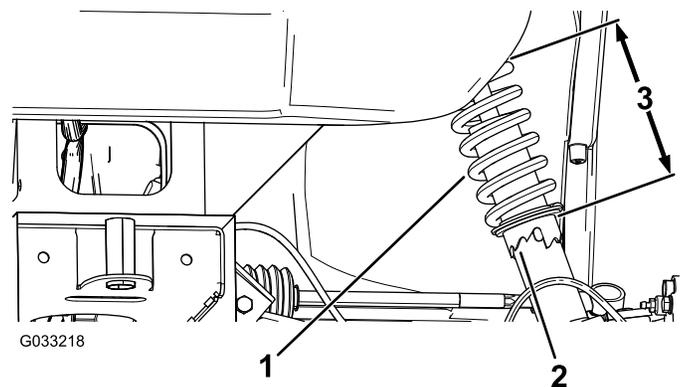

Рисунок 39
2. Если развал не отрегулирован, используйте ключ, чтобы повернуть кольцо на амортизаторе для выравнивания колеса (Рисунок 39).